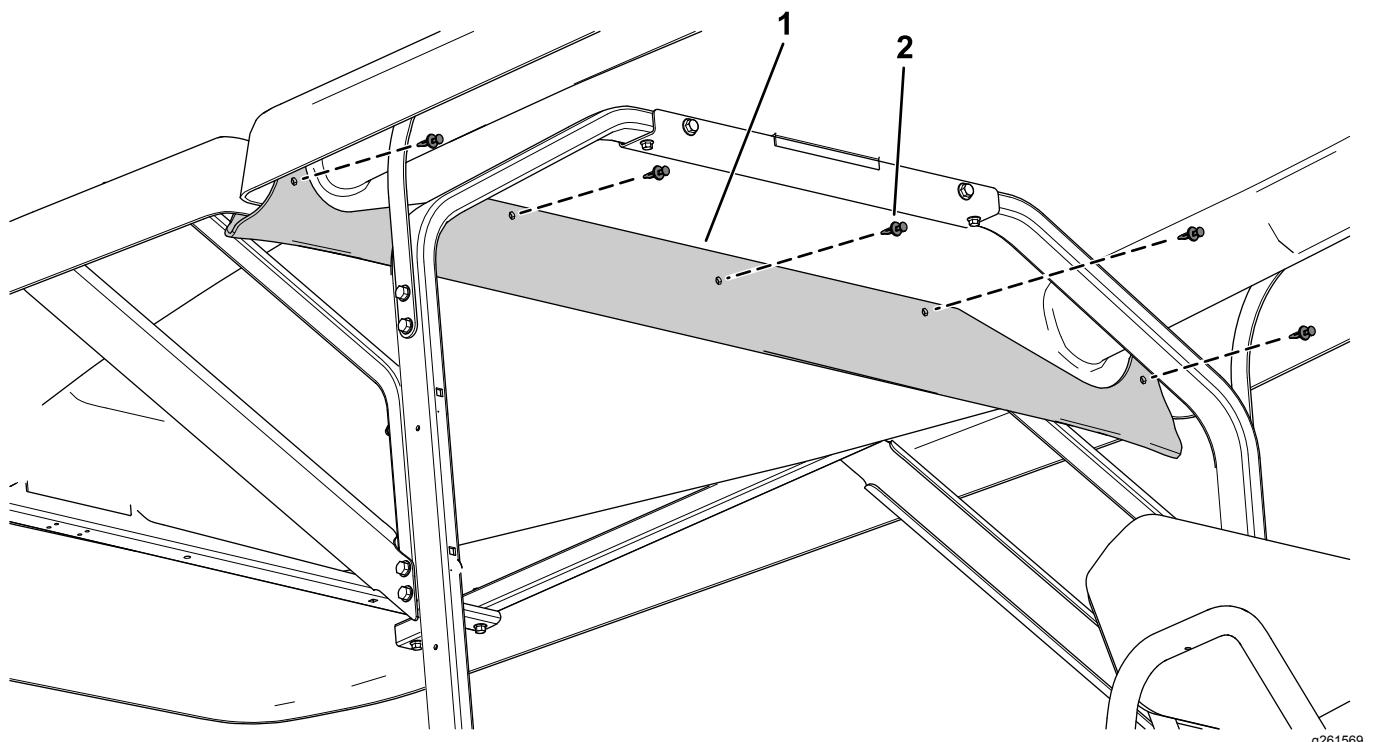

Figura 10
3. Prenda a calha de água à lateral do toldo frontal utilizando 5 olhais de plástico (Figura 10).